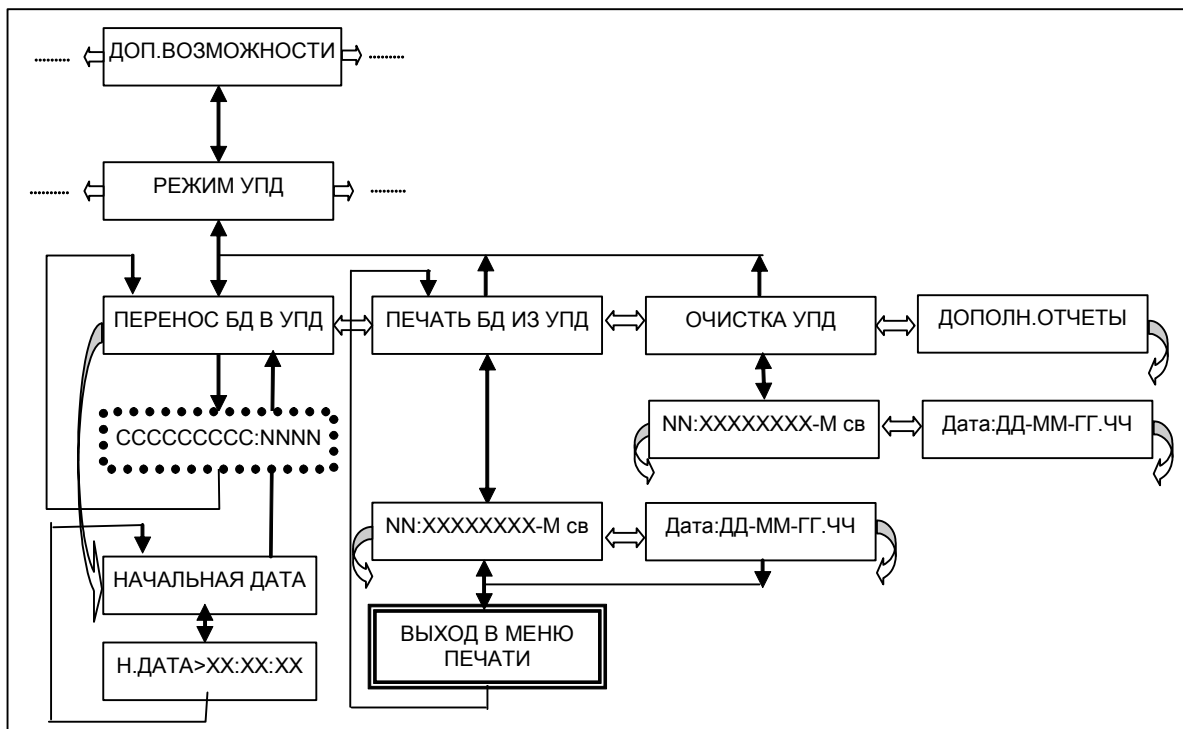

Рисунок 12 — Структура меню переноса данных
- войти в подменю «**Перенос БД в УПД**» меню переноса данных (рисунок 12) и клавишей « $\leftarrow$ » перейти к подменю «**Начальная дата**»;